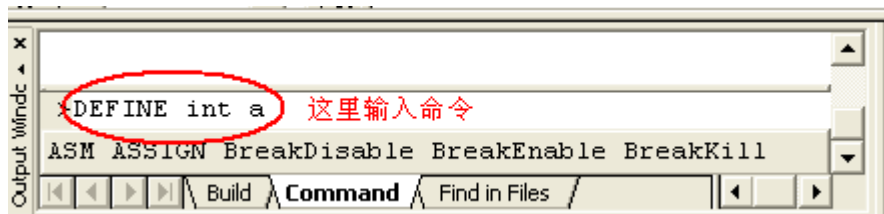

图 1-52 命令栏输入调试命令
② 在 Expression 后键入 k==100，按 Count 后的微调按钮，将值调到 3，其意义是当第三次执行到 k==100 时才停止程序运行。
③ 在 Expression 后键入 k==100，在 Command 后键入 printf(“k==100\n”)，主程序每次执行到 k==100 时并不停止运行，但会在输出窗口 Command 页输出一行字符，即 k==100。其中“\n”的用途是回车换行，使窗口输出的字符整齐。
④ 设置断点前先在输出窗口的 Command 页中键入 DEFINE int a，如图 1-52 所示，然后再设置断点同③，但是 Command 后键入 printf(“k==100 %d times\n”, ++a)，则主程序每次执行到 k==100 时并不停止运行，而会在 Command 窗口输出该字符及被调用的次数，如：k==100 102 times